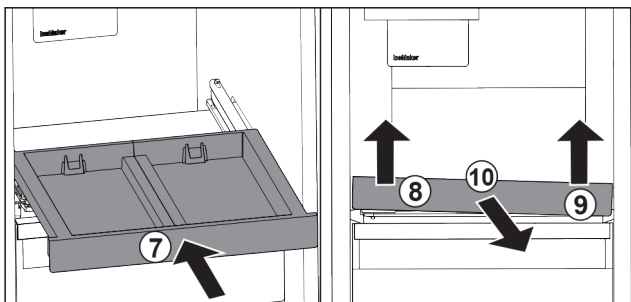

Fig. 43
- ▶ Uitschuifpateau erin schuiven. Fig. 43 (7)
- ▶ Uitschuifpateau linksvoor optillen. Fig. 43 (8)
- ▶ Uitschuifpateau rechtsvoor optillen. Fig. 43 (9)
- ▶ Uitschuifpateau er naar voren uitnemen. Fig. 43 (10)